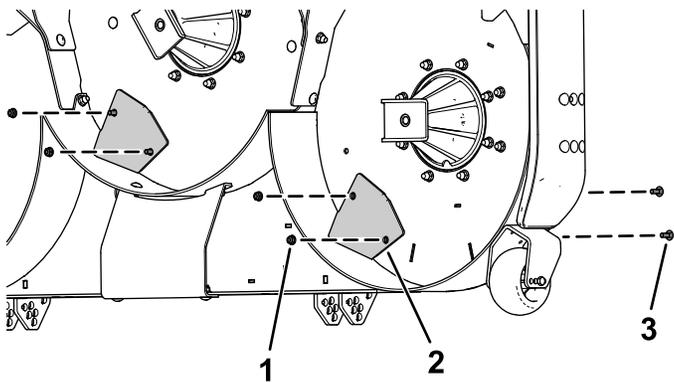

图 6
2. 如图 6 所示用 4 个托架螺栓5/16 x 7/8 英寸和 4 个凸缘螺母5/16 英寸将 2 个踢出装置固定到剪草机刀盘。